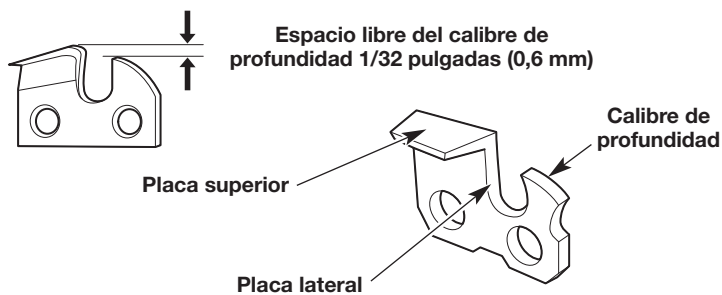

Fig. 31
- Mantenga la lima a nivel con la placa superior del cortador (Fig. 31). No deje que la lima baje o se balancee. Aplique una presión leve pero firme.